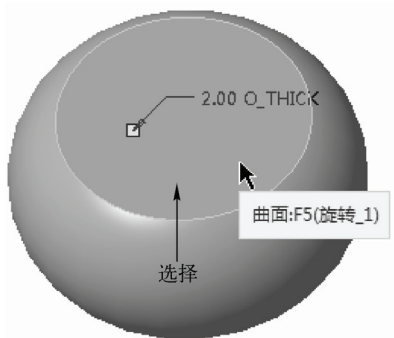

图 6-123 选择要移除的面
STEP 03 打开“壳”选项卡，在“输入厚度值”文本框中输入“2.00”，在绘图区中选择模型顶面作为要移除的面，如图 6-123 所示。